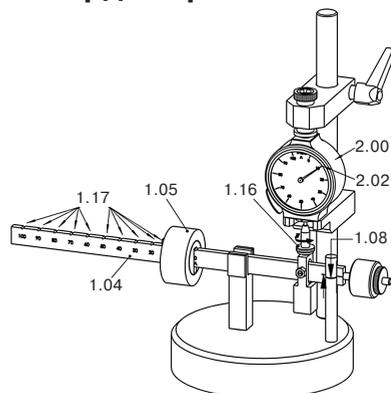

Рис.4. Проверка аналогового твердомера НР.
- Поворачивайте стойку (1.16, Рис.4) пока отметки (1.08, Рис.4) не совпадут
- Передвиньте груз (1.05, Рис.4) к следующей выемке (1.17, Рис.4).
- i** Повторите процедуру для каждого деления шкалы (1.17, Рис.4).
• Проверьте, совпадает ли стрелка (2.02, Рис.4) твердомера (2.00, Рис.4) с делением шкалы (1.17, Рис.4) на балансином плече (1.04, Рис.4).
- ❗ Если отклонение показаний твердомера (2.00, Рис.4) превышает норму, его необходимо отправить производителю для калибровки.